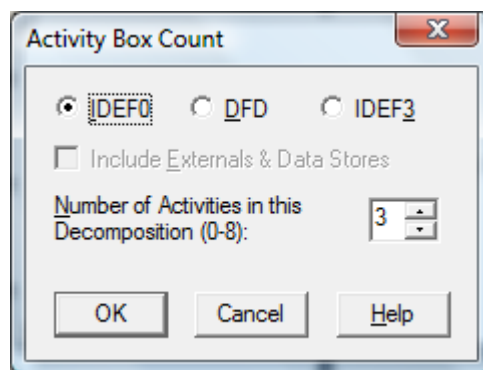
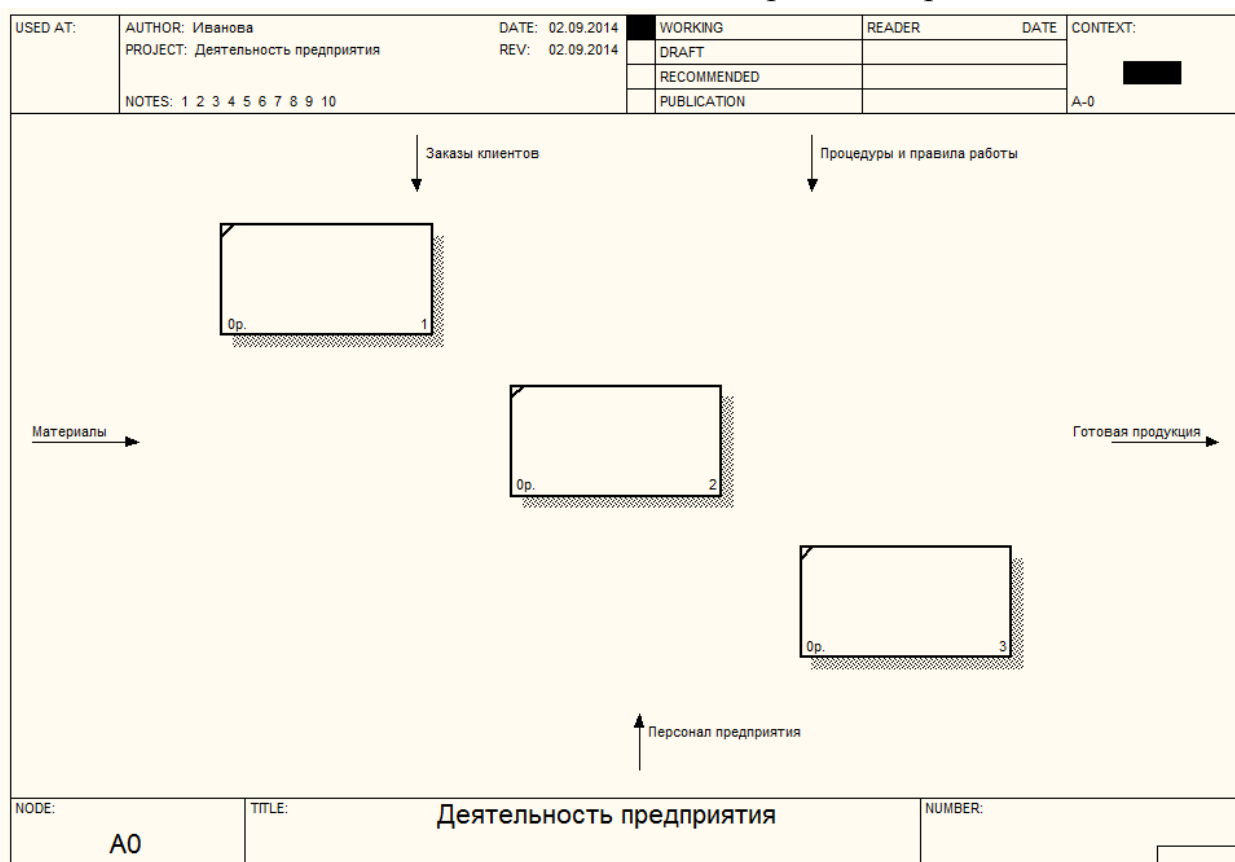

Рис. 16. Окно задания числа дочерних диаграмм
Рис. 17. Результат декомпозиции контекстной диаграммы
2. На панели инструментов модели нажмите на кнопку *Go to Child Diagram* (Создать дочернюю диаграмму) , появится диалоговое окно (рис. 16), в котором установите количество работ 3 и нажмите кнопку *OK*. Автоматически будет создана диаграмма декомпозиции (рис. 17).